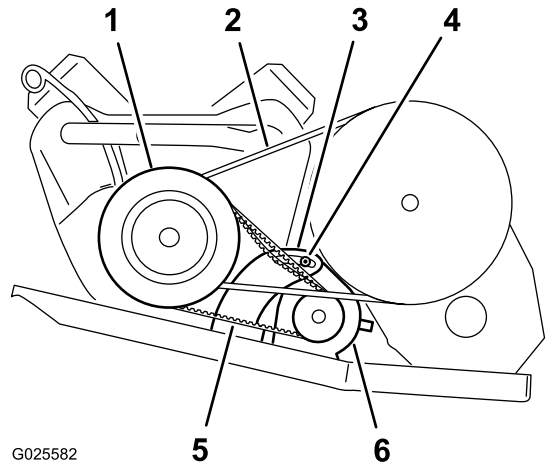

Figura 73
2. Afloje la tuerca del pivote del generador de arranque (Figura 73).
4. Aplique presión descendente sobre la palanca para hacer girar el motor de arranque hacia abajo en la ranura, hasta que la tensión de la correa sólo permita una desviación de 6 mm con 44 N de fuerza (Figura 73).
5. Apriete la tuerca del pivote a mano y retire la palanca (Figura 73).